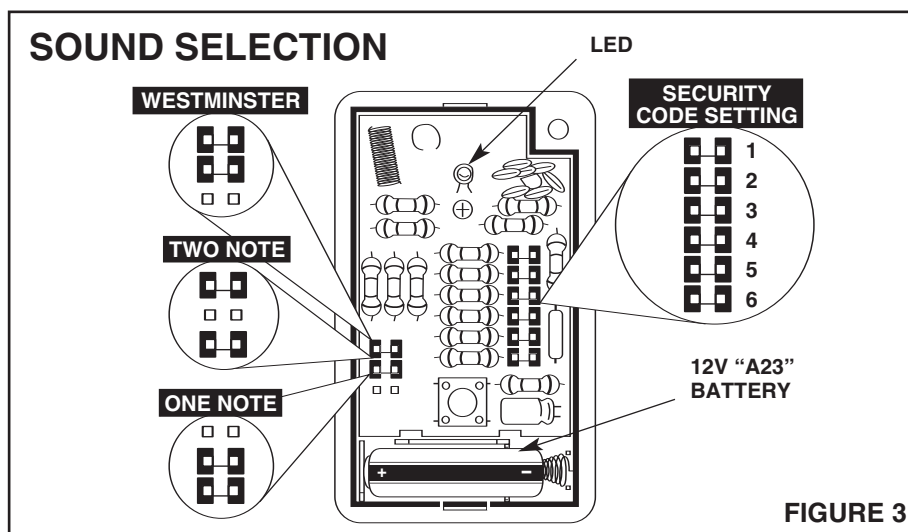

FIGURE 3
Refer to Figure 3.
2. Select the desired sound as illustrated in Figure 3.
2. Sélectionner la tonalité désirée, comme indiqué à la Figure 3.
Voir la Figure 3.